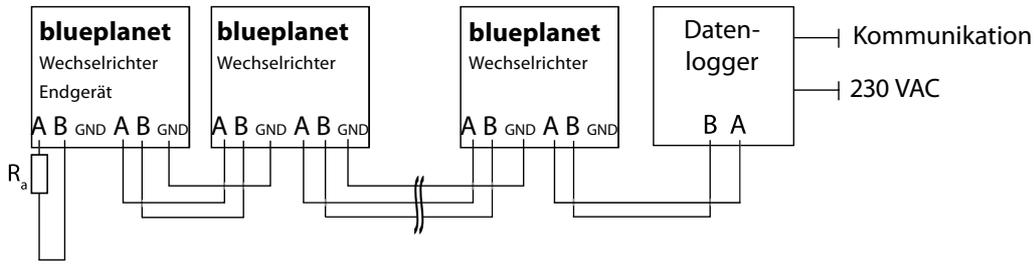

Bild 27: Anschlussschema der RS485-Schnittstelle
- GND mit GND (Siehe Bild 27 auf Seite 25)